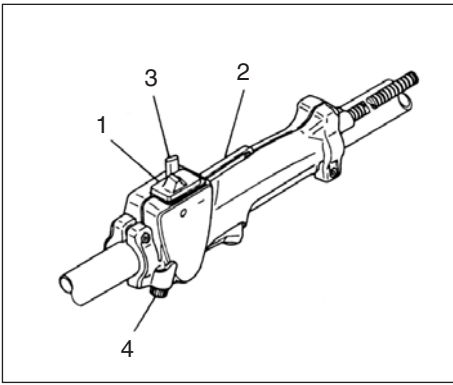

Fig.2-5
Arranque (Fig. 2-5)
El limitador de la válvula de estrangulación (4) sirve para ajustar la abertura de la válvula de estrangulación. Fue ajustada para la abertura máxima en la fábrica, (Si lo tiene equipado) (Fig. 2-5)